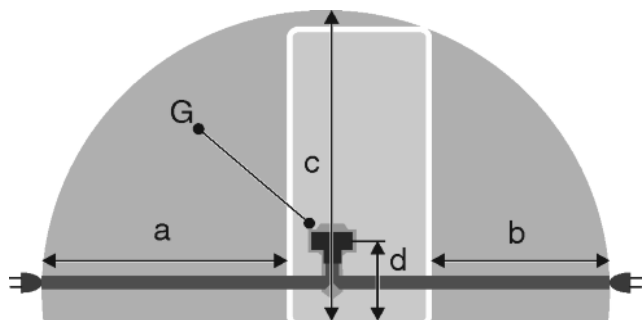

Fig. 20
- Utičnica se nalazi izvan područja bočne strane uređaja u navedenom području Fig. 20 (a, b, c).
- ▶ Utikač uređaja Fig. 20 (G) utaknite na stražnju stranu uređaja. Pripazite da ispravno uskoči.